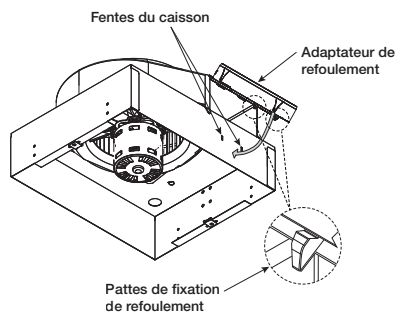

Figure 2
2. Pivoter l'adaptateur de refoulement de façon à engager les deux pattes de fixation complètement dans les fentes du caisson, comme sur la Figure 2.